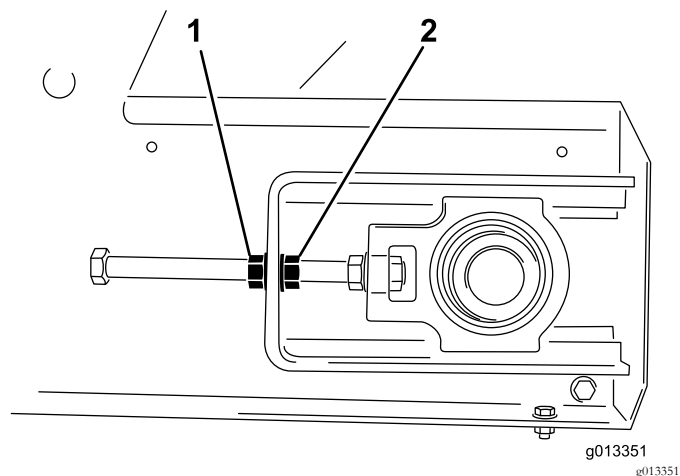

图55
4. 使用 2 把扳手保持张紧装置杆的端头不动然后拧松距离杆端头最近的锁紧螺母 图55。
3. 输送带偏向哪一侧就保持住那一侧的张紧器杆不动然后松开锁紧螺母并上紧调节螺母2个面图55。